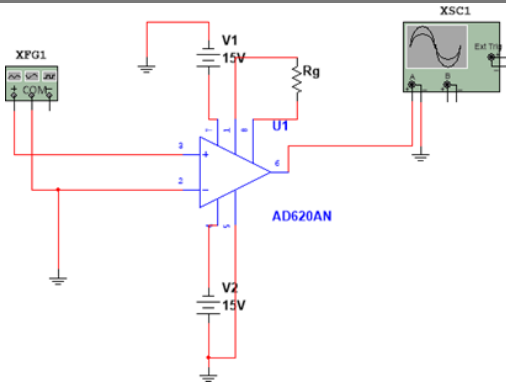

Figura 1
1. Conecta el amplificador INA128 o AD620 en protoboard como se muestra en la figura 1.